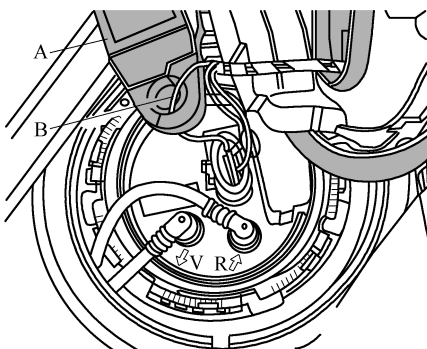

图 2-5-13 安装测试仪
3) 将车辆诊断、测量和信息系统 (VAS5051B、VAS5052、VAS5052A) 电流测量探针 A 连接至与 5 针插头的端子 1 相连接的导线 B, 如图 2-5-13 所示。